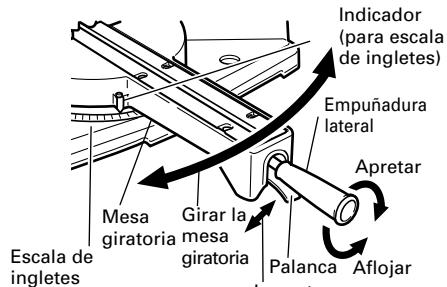
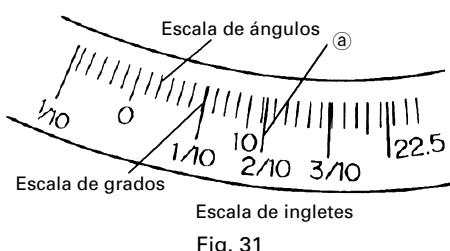

Fig. 30
Fig. 31
- (1) Afloje la empuñadura lateral y tire hacia arriba de la palanca para los topes de ángulo. Luego, ajuste la mesa giratoria hasta que el indicador se alinee con el ajuste deseado de la escala de ángulos de inglete (Fig. 30).
- (2) Vuelva a apretar la empuñadura lateral para asegurar la mesa giratoria en la posición deseada.
- (3) La escala de ingletes (Fig. 31) indica tanto el ángulo de corte de la escala de ángulos como el gradiente en la escala de ángulos.
- (4) El gradiente, que es la proporción de la altura hasta la base de la sección triangular a extraerse, puede utilizarse para el ajuste de la escala de ingletes en vez del ángulo de corte, si así se desea (consulte la Fig. 31).
- (5) Por lo tanto, para cortar una pieza de trabajo con un grado de 2/10, ajuste el indicador a la posición (a) como se indica en la Fig. 31.